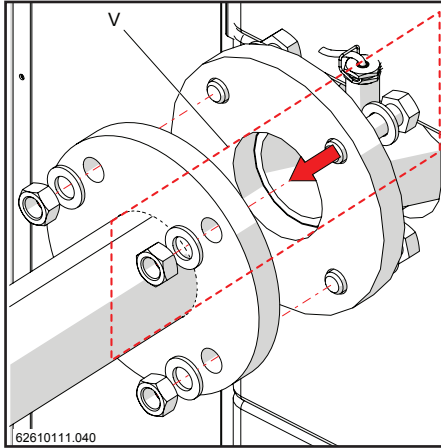

Figure 13-47
- 8.- Insérer dans le sens indiqué sur la figure 13-47 les boulons « V » (non fournis dans ce kit) pour le raccordement hydraulique.